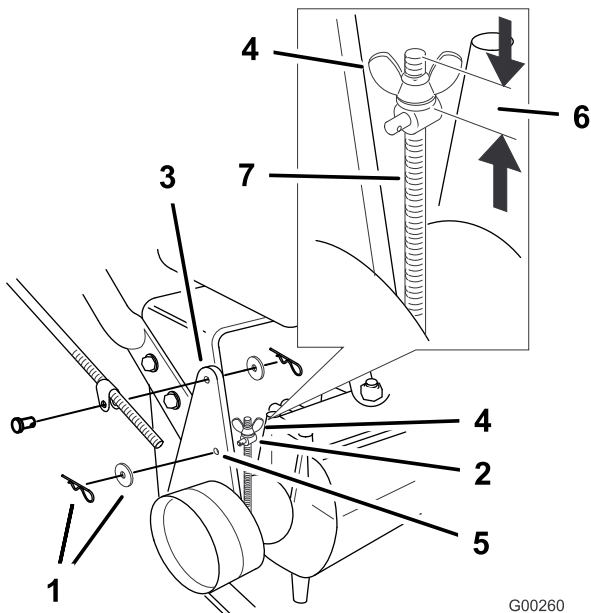

Figura 41
**Nota:** Per la messa a punto iniziale, regolate l'altezza del dado ad alette in modo tale che la distanza dalla sua base alla sommità dell'asta filettata sia di 32 mm (Figura 41).
6. Per regolare il freno, togliete la coppiglia e la rondella dalla leva del freno e dal barilotto (Figura 41).
9. Inserite il barilotto nel foro F (Figura 41). Serrate il dado ad alette.
10. Assicurate il barilotto alla leva del freno per mezzo della rondella e della coppiglia (Figura 41).